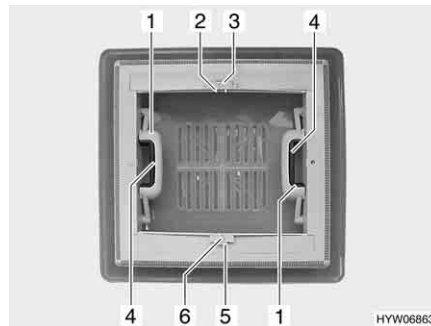

Bild 18 Dachhaube mit Schnappverschluss
- Schnappverschluss (Bild 18,4) zur Innenseite der Dachhaube drücken. Gleichzeitig mit dem Griff (Bild 18,1) die Dachhaube nach oben drücken.
- An beiden Griffen (Bild 18,1) die Dachhaube kräftig nach unten ziehen, bis beide Schnappverschlüsse eingerastet sind.
- Arretierung (Bild 18,5) zur Dachhaubenaußenseite drücken.
- Verdunklungsrollo am Griff (Bild 18,6) bis zum gegenüberliegenden Griff des Insektenschutzrollos (Bild 18,2) ziehen und einrasten lassen.
- Griff (Bild 18,2) zusammendrücken. Die Arretierung wird gelöst.
- Verdunklungsrollo am Griff (Bild 18,6) langsam zurückführen.
- Arretierung (Bild 18,3) zur Dachhaubenaußenseite drücken.
- Insektenschutzrollo am Griff (Bild 18,2) bis zum gegenüberliegenden Griff des Verdunklungsrollos (Bild 18,6) ziehen und einrasten lassen.
- Insektenschutzrollo am Griff (Bild 18,2) langsam zurückführen.